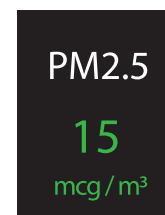

Рисунок 6
- На дисплее прибора отображается текущая концентрация взвешенных микроскопических частиц PM2.5 в воздухе помещения (рис. 6). Числовое значение и единица измерения в mcg/m3 имеют при этом определенный цвет, показывающий текущий уровень качества воздуха. Все уровни качества воздуха по показателю «Концентрация PM2.5» указаны в таблице 2.